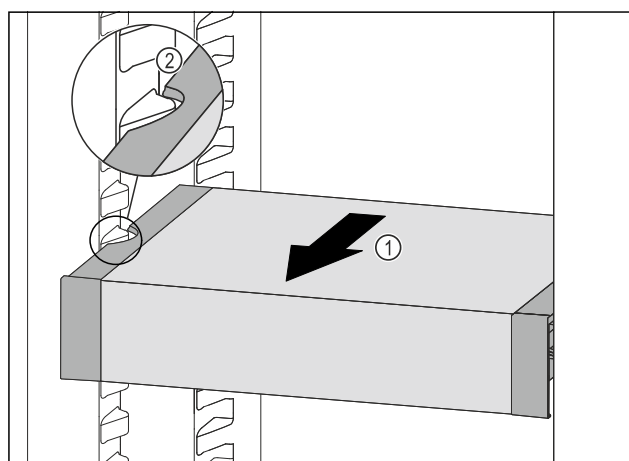

Fig. 82
- ▶ VarioSafe dras framåt Fig. 82 (1) tills sidofördjupningarna på VarioSafe är i samma nivå som behållarlisterna i kyldelen. Fig. 82 (2)